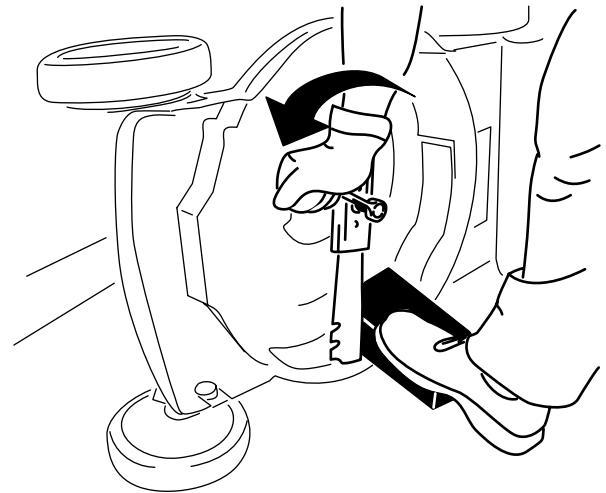

Figure 26
3. Immobilisez la lame avec un morceau de bois (Figure 26).
4. Déposez la lame mais conservez les fixations (Figure 26).